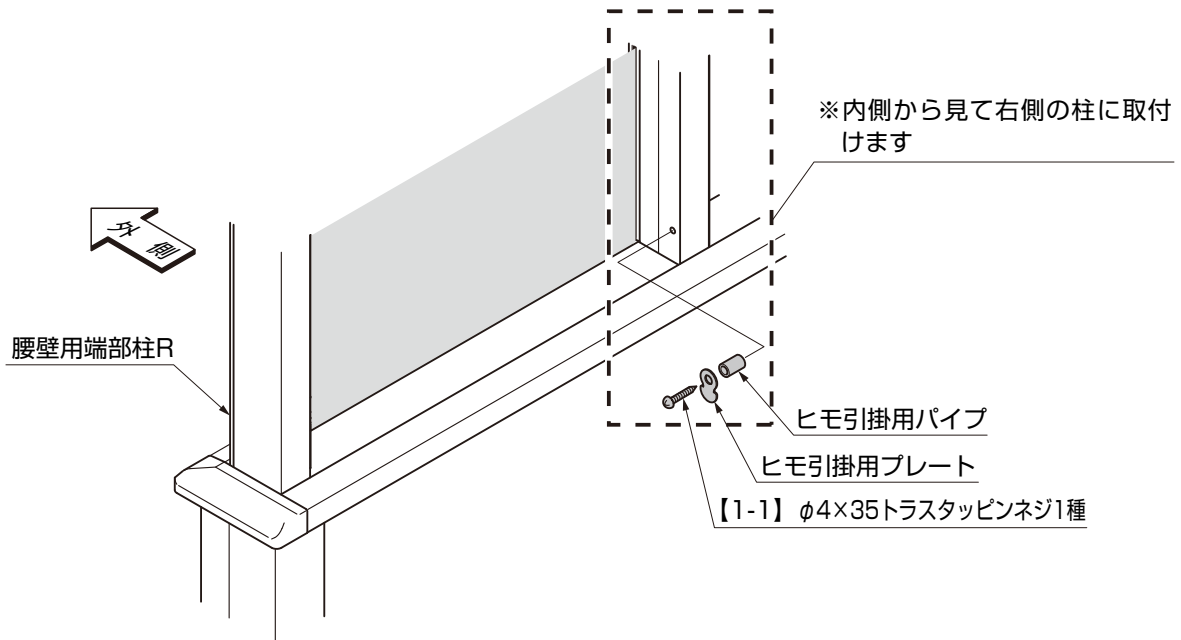

図3-6
- ② ヒモ引掛用パイプ、ヒモ引掛用プレートを柱に、【1-1】で取付けてください。(図3-6参照)